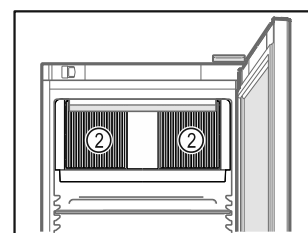

Fig. 56
- ❑ Lüftungsschlitze *Fig. 56 (2)* des Umluftgebläses im Innenraum freihalten.